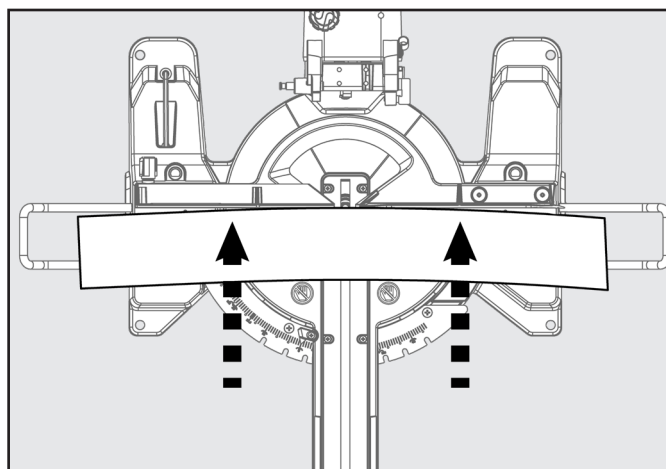

FIGURE 18
2. Placez la pièce sur la table à onglets en appuyant un de ses bords contre le guide. Si la pièce est courbée, placez le côté convexe contre le guide. Si le bord concave d'une planche est placé contre le guide, la planche pourrait s'effondrer sur la lame à la fin de la coupe et bloquer la lame. Voir figure 18.
11. La poignée de la scie (E) est le seul endroit où placer les mains. NE PAS placer les mains sur le boîtier du moteur.
Lorsque vous essayez de couper un matériau déformé, la face CONVEXE doit être contre le guide comme illustré sur la figure 18.